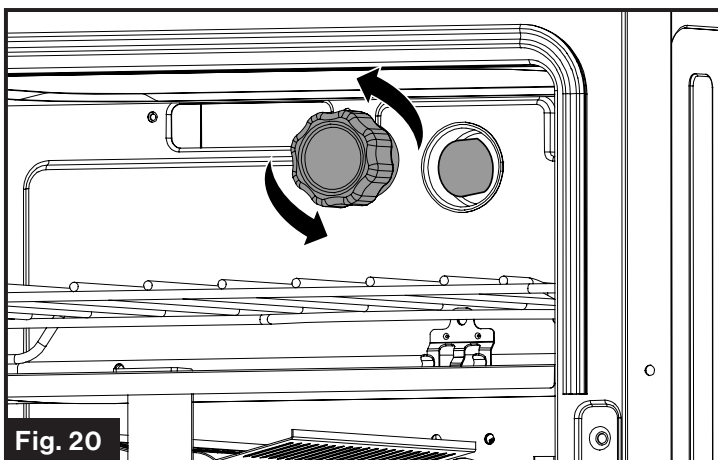

Fig. 20
3. Retirez le couvercle en verre de la douille de la lampe. (Fig. 20)